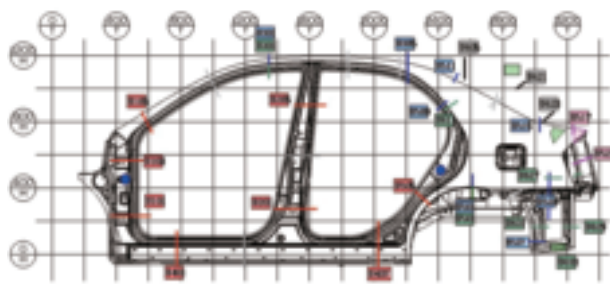
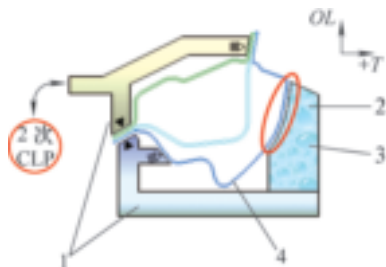
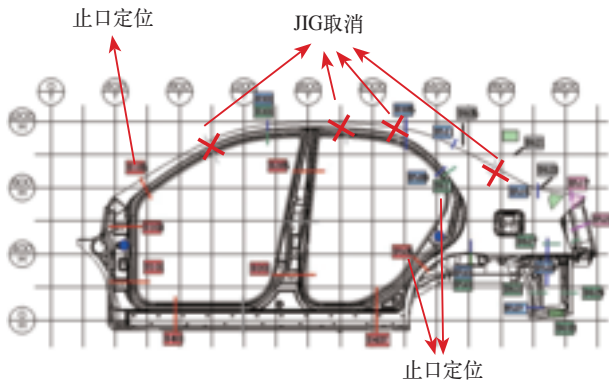

图2 MAIN BUCK LDc4DR主要的定位夹具示意
图3 一般面定位的夹具剖视图
图4 MAIN BUCK LDc4DR定位夹具改善后布局
都是针对单一车型设计，夹具的定位比较理想化。图2所示为MAIN BUCK LDc4DR主要的定位夹具示意。
图2中共有定位夹具29套，定位销2个。该夹具的主要特点是采用的面定位方式比较多，这样的定位精度要求很高，对夹具的表面磨损量特别敏感。由于面定位块的接触面积相对比较大（见图3），所以夹具表面容易粘上焊接时飞溅的焊渣，这样将导致工件放在定位块上其表面容易被划伤，从而增加后序工位的工作量，一定程度上影响焊装的生产线的UPH（每小时的产出）；甚至可能会导致车身的精度发生偏差，到总装装配时装配精度达不到要求。
(2) 夹具简单化 在保证精度的前提下尽量使夹具简单化。减少了一些定位夹具，大大减少了夹具的占用空间，也降低了对夹具调整时的难度。对图2中原有的夹具进行改善后的布局如图4所示。
(3) 定位方式 将原先的全部